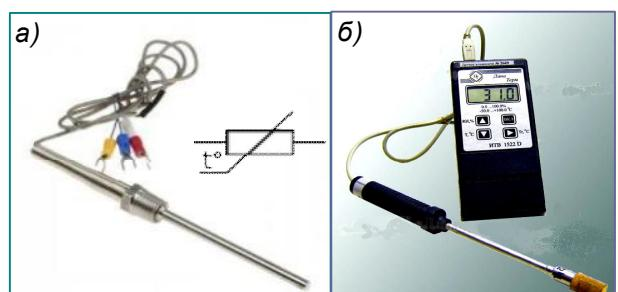

Рис. 98. Термометры сопротивления.
40. Зависимость сопротивления проводника от температуры используют в **термометрах сопротивления**, рис. 98. Обычно в качестве термометрического тела такого термометра берут платиновую проволоку, зависимость сопротивления которой от температуры хорошо изучена. Платиновыми термометрами можно измерять температуру в пределах от -20 до +600°C с точностью до 0,0001°C.